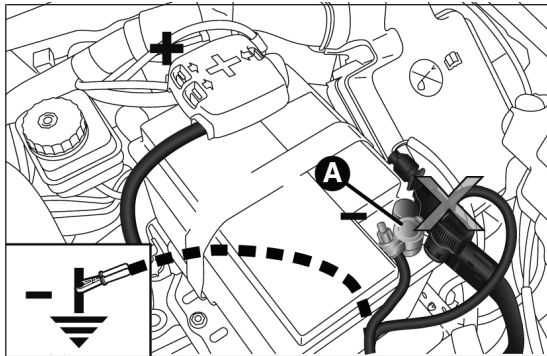

fig. 154
- brancher les bornes positives (signe + à proximité de la borne) des deux batteries à l'aide d'un câble spécial fig. 154;